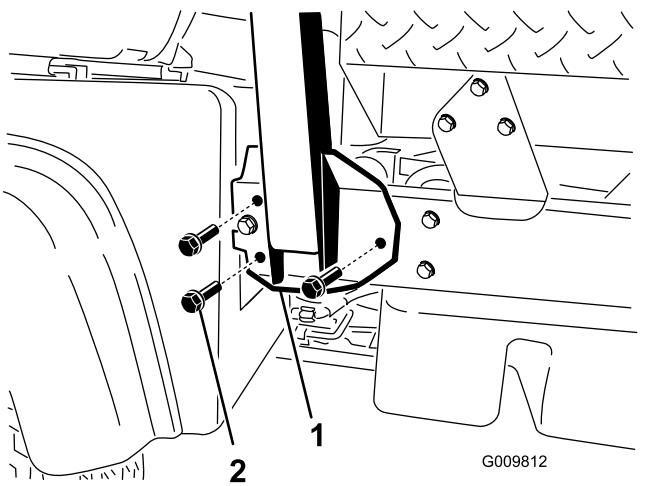

Bild 4
2. Fluchten Sie jede Seite des Überrollschutzes mit den Befestigungslöchern an jeder Seite des Maschinenrahmens aus, wie in Bild 4 dargestellt.
3. Befestigen Sie die Überrollschutz-Befestigungshalterung mit drei Bundkopfschrauben (1/2" x 1 1/4") an jeder Seite des Maschinenrahmens (Bild 4).